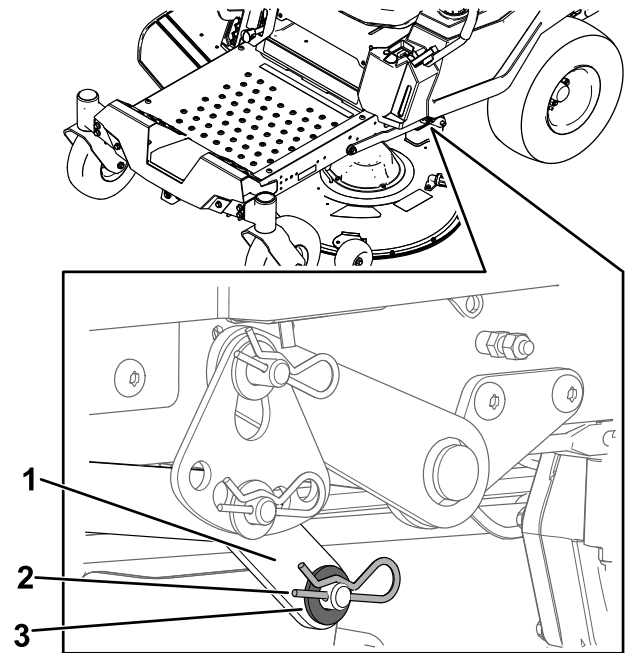

**Figura 66**
- Retire la chaveta de la varilla de soporte delantera y retire la varilla del soporte de la carcasa (Figura 66).
8. Conecte la varilla de soporte delantera a la carcasa de corte con el pasador y la chaveta (Figura 66).